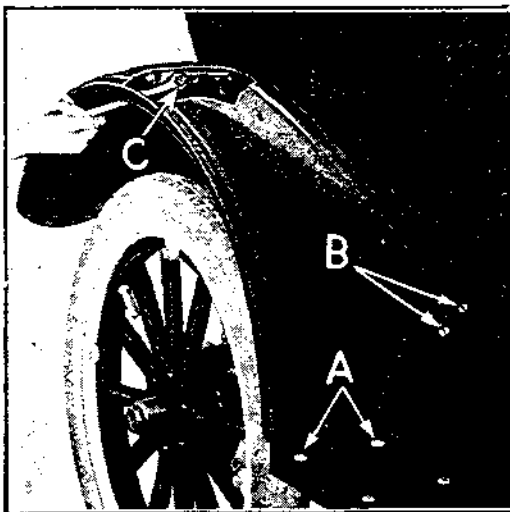

Fig. 5
- a) Défaire les deux boulons de fixation du marchepied à l'aile arrière. (Voir A, fig. 5.) —